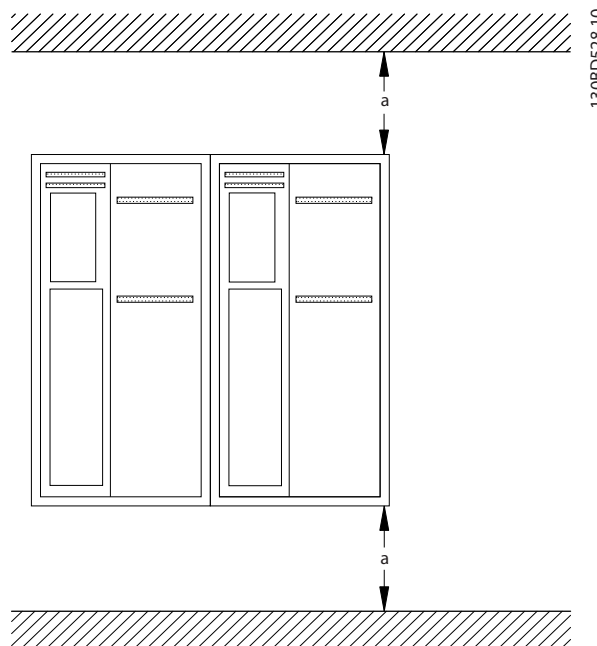

図 3.2 上部及び下部の冷却用空きスペース
- 上部と下部に冷却用空きスペースを確保してください。空きスペースの要件については、図 3.2を参照してください。